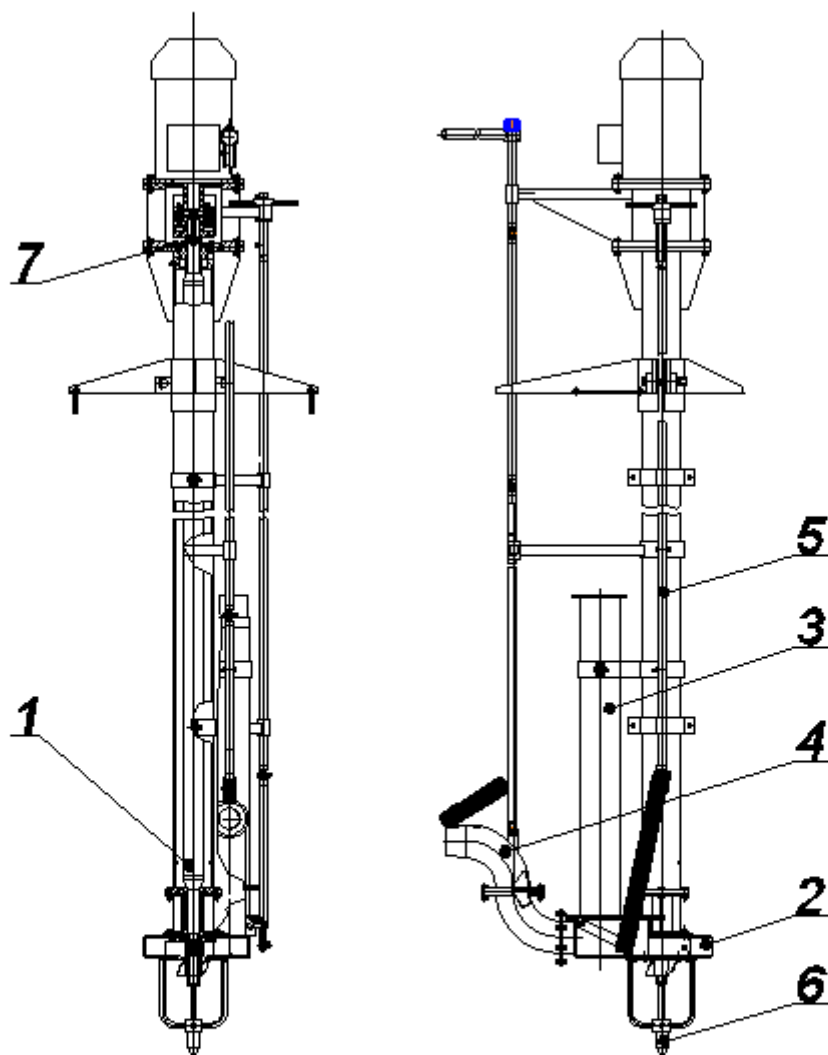
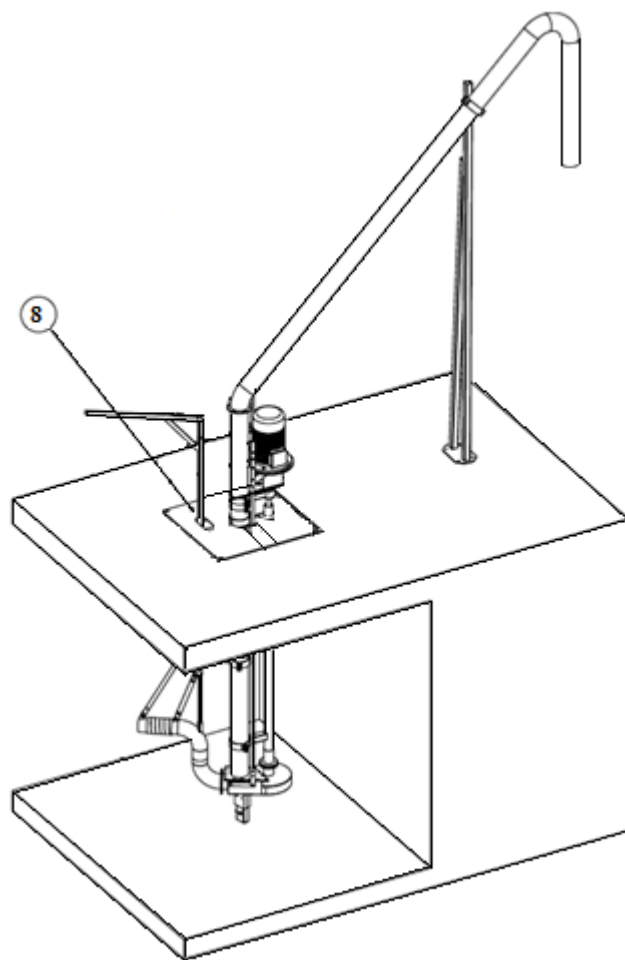
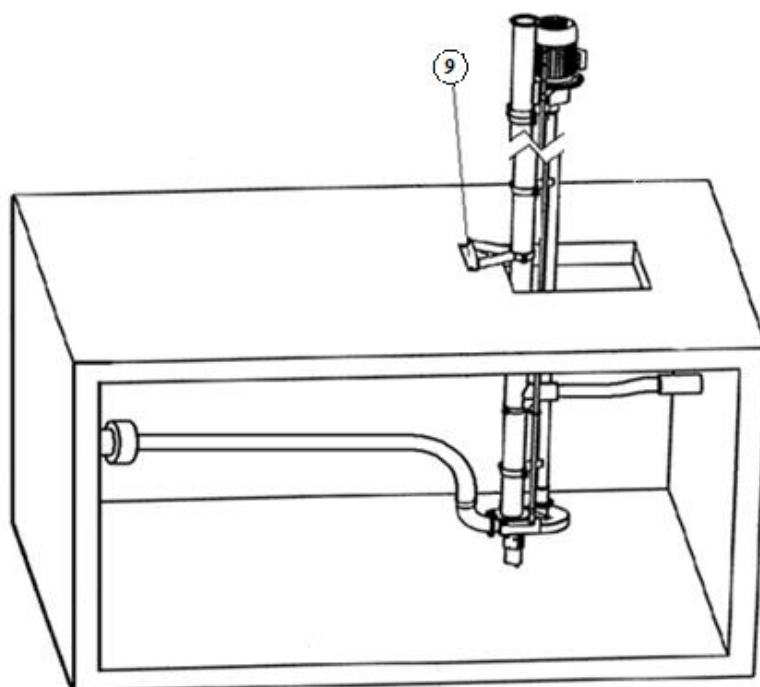
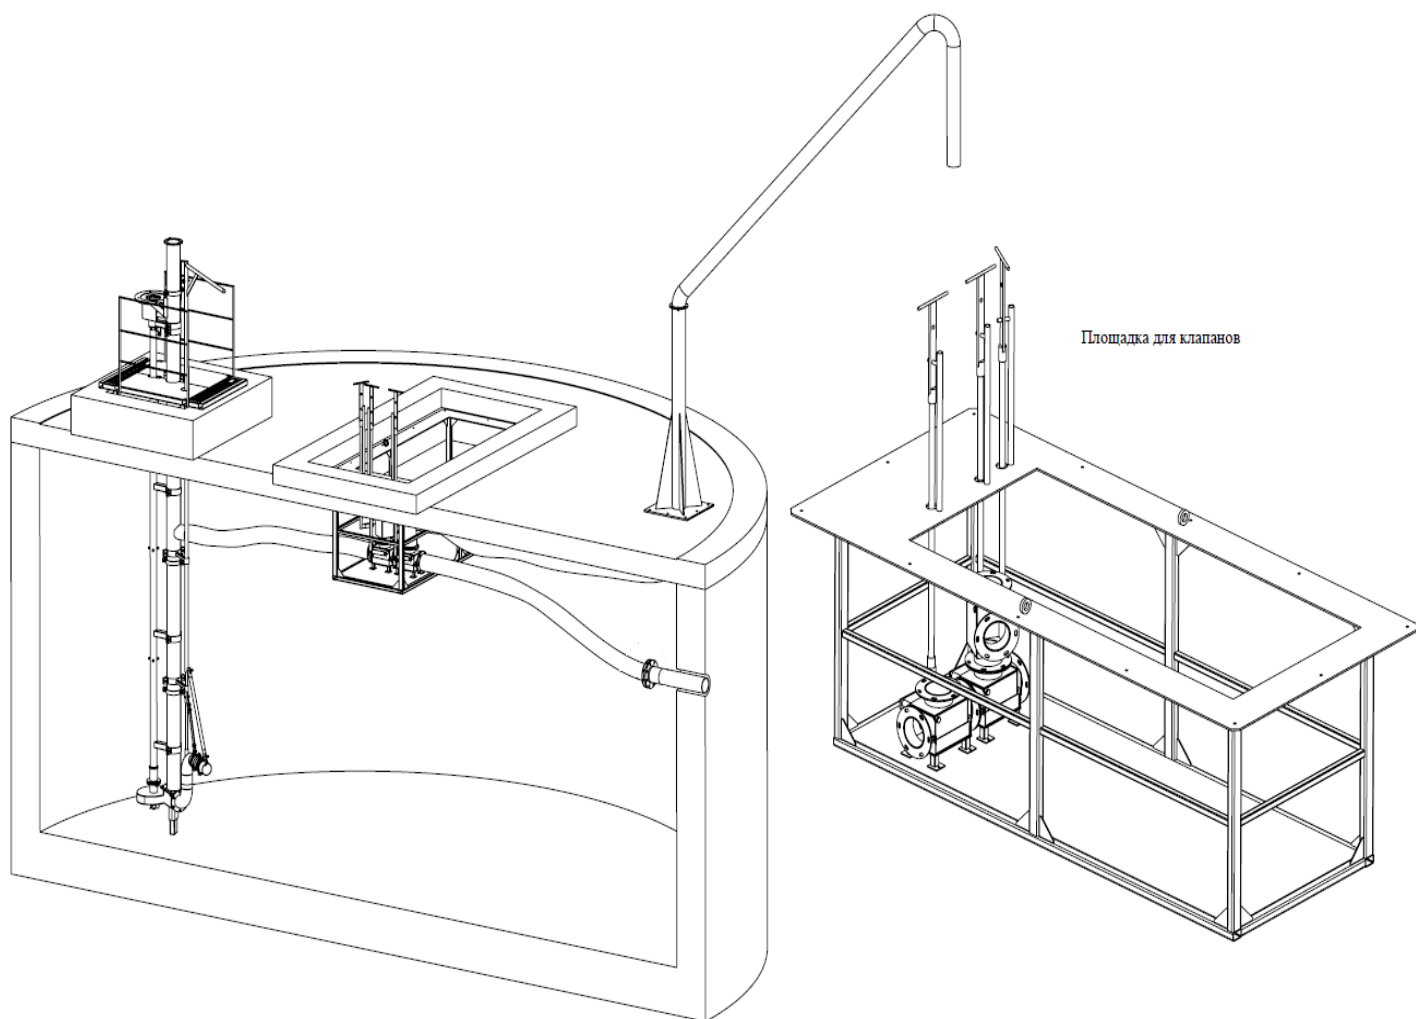

Рисунок 3.1
Рисунок 3.2
Рисунок 3.3
Рисунок 3.4
3.1 Агрегат рисунок 3.1 состоит из насоса с измельчающим механизмом и электродвигателя. Основными узлами насоса являются: вал привода насоса 1, на котором установлено рабочее колесо с захватывающим шнеком; корпус насоса 2 с ножом для самоочистки насоса и клапаном для переключения на режимы «Перемешивание» или «Перекачивание»; труба напорная 3 для перекачки навоза; дюза поворотная 4 для перемешивания навоза и штока соединительного 5. Для измельчения навоза на корпус насоса устанавливается плита режущая, которая имеет заостренные пазы. Вал привода насоса соединен муфтой с валом электродвигателя. Вал насоса вращается в подшипнике, установленном в корпусе 7 и нижней резиновой опоре корпуса насоса. Смазка закладывается в корпус 7 подшипника. Агрегат может изготавливаться для верхней выгрузки – рисунок 3.2, боковой выгрузки – рисунок 3.3, верхней и боковой выгрузки – рисунок 3.4. Для фиксации агрегата на бетонном дне приемника-накопителя применяется опора агрегата 6.
Для установки в вертикальном положении агрегат монтируется с помощью плиты напольной 8 рисунок 3.2 или кронштейном 9 рисунок 3.3.